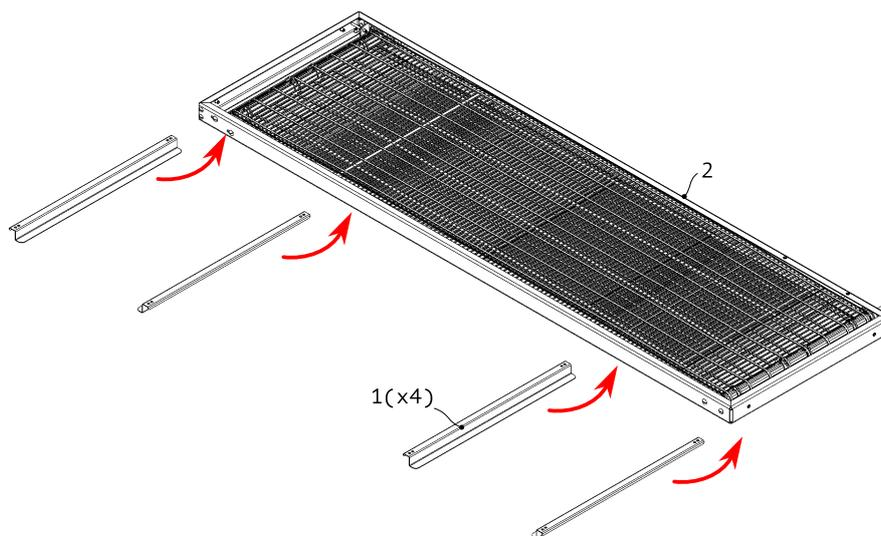

Рисунок 3
4. Прикрепите направляющие (1) к конвейеру (2), см. Рис. 3.